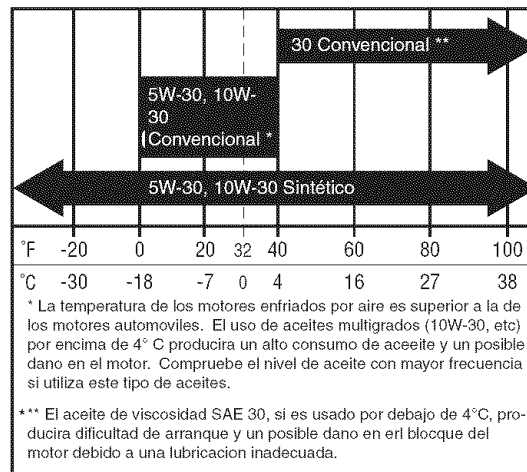
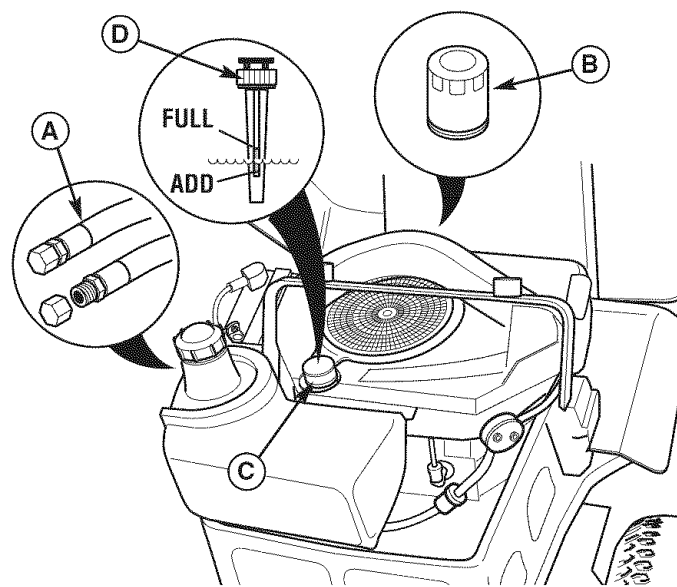

Figura 26. Aceite de Motor Recomendado
Figura 27. Cambio de Aceite
2. Limpie el área alrededor de la varilla para medición del nivel (C, Figura 27).
3. Remueva la varilla para medición del nivel (C) y límpiela con una toalla de papel.
4. Inserte la varilla para medición del nivel en el motor. Atornille el tapón en el tubo (D)
5. Remueva la varilla para medición del nivel y lea el nivel de aceite. El nivel de aceite deberá estar entre las marcas "FULL" y "ADD" (D). De lo contrario, añada aceite de acuerdo con las recomendaciones de la tabla del aceite (Figura 26).
1. Limpie el área alrededor de la varilla medidora de aceite (C, Figura 27) y del tubo de drenaje de aceite (A).
2. Quite el tapón de drenaje de aceite (A) del extremo del tubo de drenaje de aceite. Quite la varilla medidora de aceite (C). Conceda un buen tiempo para que termine de drenar.
3. Instale nuevamente el tapón de drenaje de aceite (A) y pase la manguera junto al motor.
1. Limpie el área alrededor de la varilla medidora de aceite (C, Figura 27) y el drenaje del aceite (A).
2. Quite el tapón del drenaje del aceite (A) y la varilla medidora de aceite (C). Conceda un buen tiempo para que termine de drenar.
3. Quite el filtro del aceite (B). Tire el filtro a la basura.
6. Reinstale el tapón de drenaje de aceite (A).